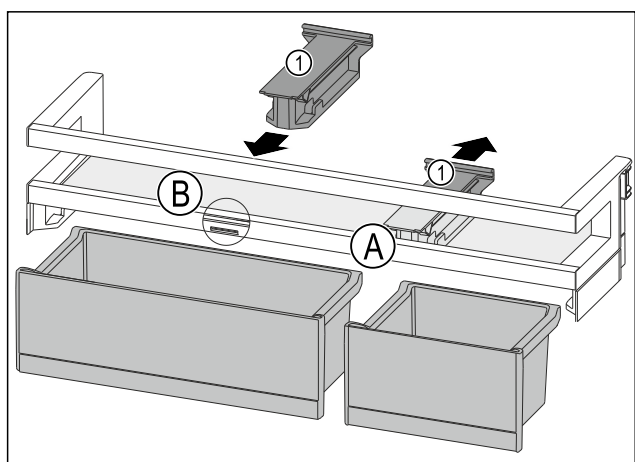

Fig. 85
- ▶ Træk holdesektionen Fig. 85 (1) tilbage i position Fig. 85 (A).
- ▶ Indsæt holdesektionen Fig. 85 (1) i position Fig. 85 (B).